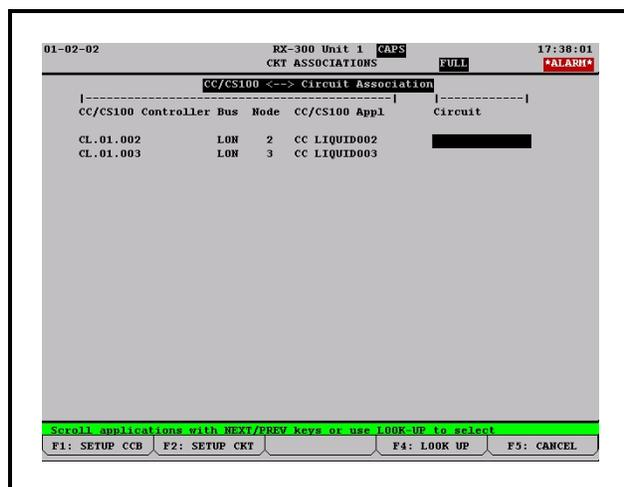

Figure 9-7 - Pantalla de Asociación de Circuito CC/CS100
4. Presione **F5** para acceder a Asociaciones. La pantalla Asociación de circuito de CC/CS100 aparecerá como se muestra en *Figure 9-7*.